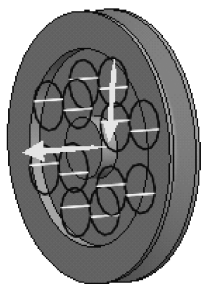

图4-144 预览模型
(12) 单击【草绘器工具】工具栏中的【完成】按钮，接受草绘，回到设计窗口，单击操控板的【选项】按钮，弹出【选项】下滑面板。
(13) 设置【侧1】的拉伸深度类型为【穿透】，拖动鼠标中键调整观察角度，对生成的模型进行几何预览，如图4-144所示。